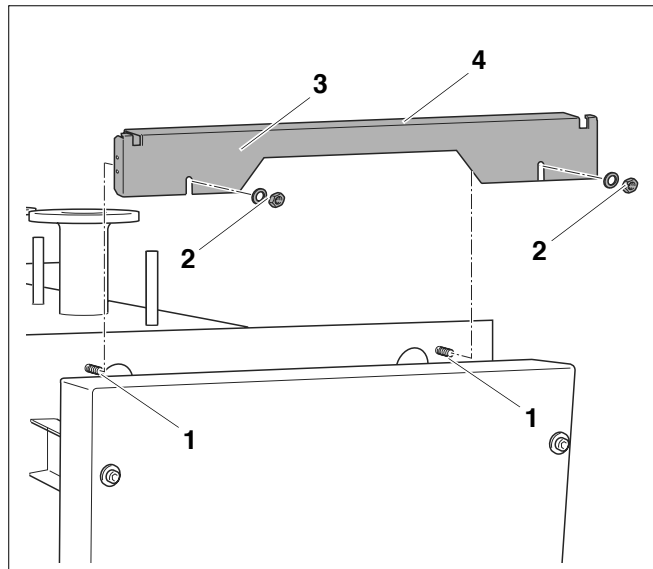
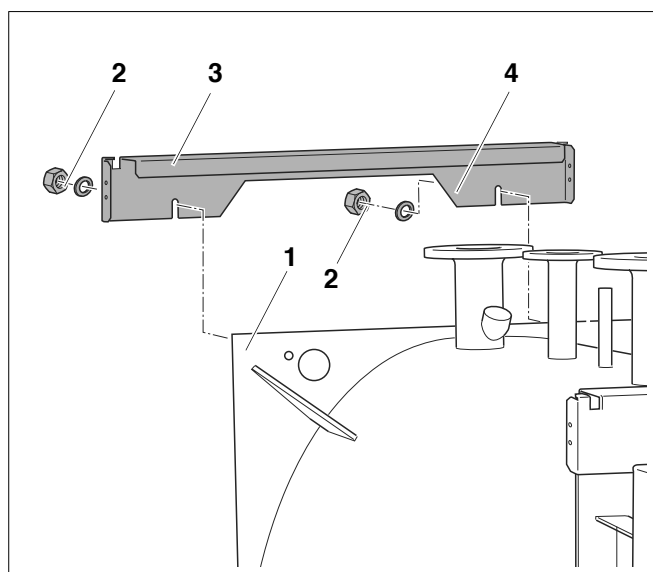

Fig. 12 Montarea traversei din față
Fig. 13 Montarea traversei din spate
Aveți în vedere că teșiturile muchiilor traversei din spate (fig. 13, **poz. 3**) și traversei din față (fig. 12, **poz. 4**) sunt orientate spre corpul cazanului.
- Se slăbesc piulițele montate din fabrică (fig. 12, **poz. 2**).
- Se împinge traversa din față (fig. 12, **poz. 3**) între cele 2 șaibe (fig. 12, **poz. 2**).
- Se strâng piulițele (fig. 12, **poz. 2**).
- Se slăbesc piulițele montate din fabrică (fig. 13, **poz. 2**).
- Se împinge traversa din spate (fig. 13, **poz. 4**) între cele 2 șaibe (fig. 13, **poz. 2**).
- Se strâng piulițele (fig. 13, **poz. 2**).